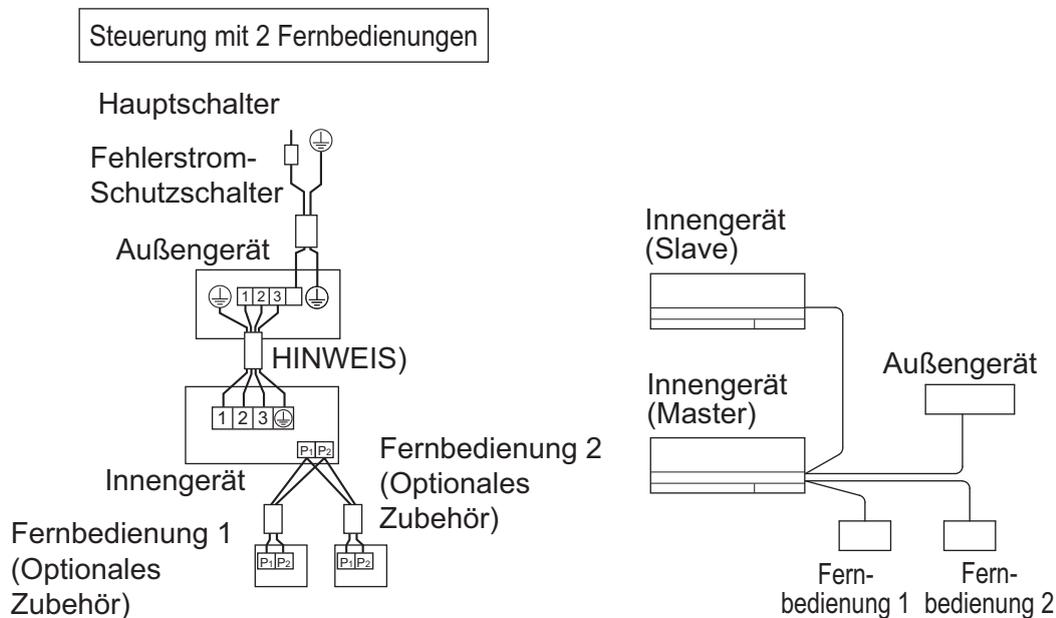

Abb. 28
- **2 Fernbedienungen steuern:** 2 Fernbedienungen steuern 1 Innengerät. (Siehe Abb. 28)